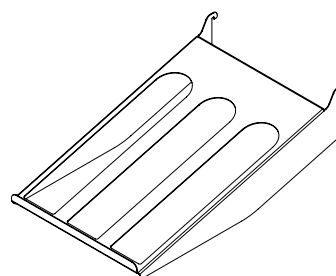

Figure 16
(1)) étagère pour 3 bouteilles de vin (voyez Figure 16).